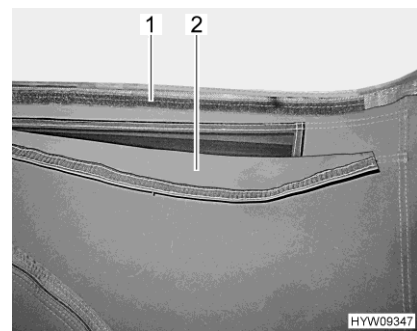

Fig. 38 Aération (ouverte)
- Tirer le pan d'étoffe (Fig. 38,2) vers le haut et presser la bandes velcro (Fig. 38,1).